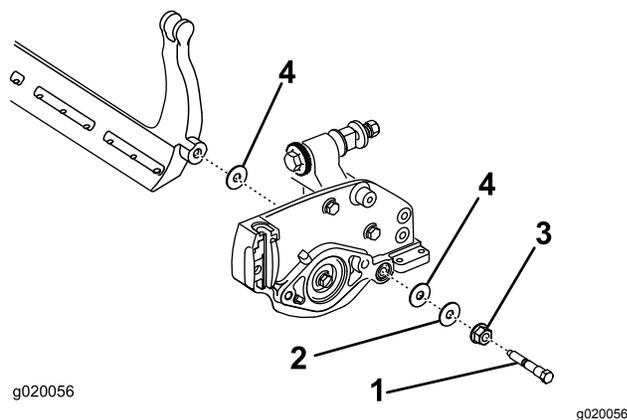

Рисунок 23
Не забудьте снять две нейлоновые и одну стальную шайбы с каждой стороны планки неподвижного ножа (Рисунок 23).
- С каждой стороны установите нейлоновую шайбу на выступ боковой пластины. На нейлоновые шайбы установите стальные шайбы (Рисунок 23).